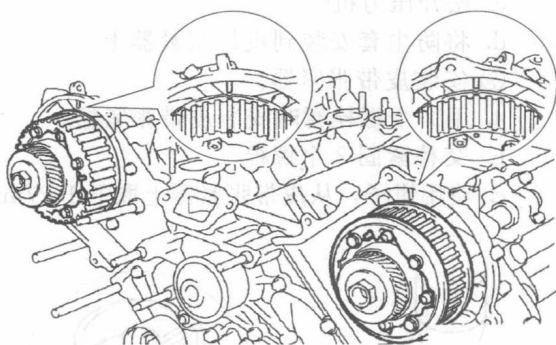

图 1-9 对准正时记号
① 检查 1 号正时皮带惰轮分总成。
② 检查 2 号正时皮带惰轮分总成。
③ 检查水泵。
④ 清除曲轴、机油泵皮带轮、水泵皮带轮、1 号和 2 号惰轮上的所有油污或水，并保持其清洁。擦拭皮带轮就可以，不要在皮带轮上使用任何清洁剂。
⑤ 将 1 号汽缸设置到 TDC/压缩。
a. 转动凸轮轴的六角头部位，以将凸轮轴正时皮带轮和正时皮带盘的正时标记对准，如图 1-9 所示。